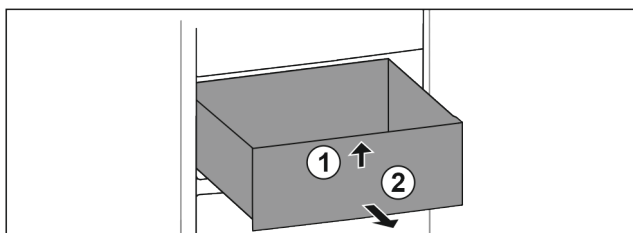

Fig. 15
- ▶ Soulever la partie avant du tiroir. Fig. 15 (1).
- ▶ Retirer le tiroir par l'avant. Fig. 15 (2)